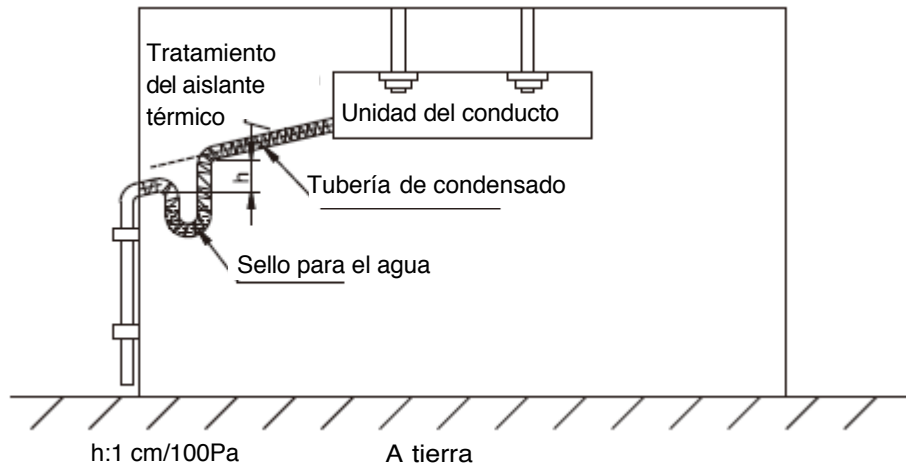

Imagen 11
- Después de realizar la instalación de la tubería de condensado, se debe realizar la prueba de fugas. Se debe verter agua para confirmar que no haya fugas en ningún punto de conexión y para que el desagüe sea uniforme. Refiérase a la Imagen 11 para la instalación: